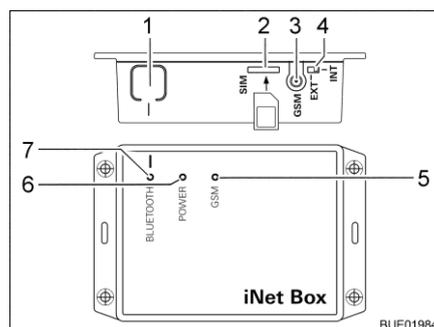

Fig. 59 Truma iNet Box
- Premere il tasto BLUETOOTH (Fig. 59,1) della iNet Box per 1 secondo. Nel terminale mobile la Truma iNet Box è visibile per circa 2 minuti (nome: "Truma iNet-Box"). In questo tempo il LED BLUETOOTH (Fig. 59,7) blu lampeggia.
- Spingere con cautela la mini SIM con il proprio numero di telefono e credito sufficiente nello slot (Fig. 59,2) della Truma iNet Box, come illustrato, finché non si innesta. Il LED GSM (Fig. 59,5) rosso deve lampeggiare costantemente. Quando dopo 20 secondi il LED rosso si spegne: Controllare la mini SIM.